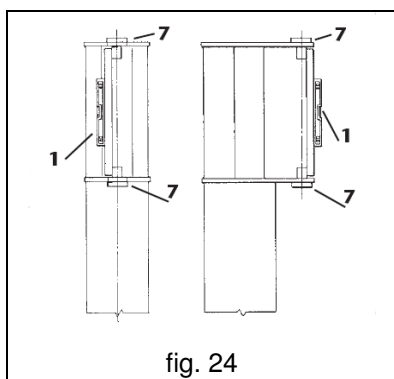

fig. 24
- c. Kontrollera att rotationsaxeln är vertikal med hjälp av ett vattenpass **L** och en stång som vilar direkt mot svängtapparna **7** (fig. 24),